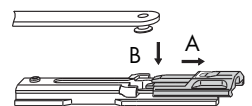

Bild 1
- B** Schließteile (3) nach Angaben auf Seite 7 positionieren und jeweils mit Gewindestift festklemmen (Drehmoment $1,5 \pm 0,25$ Nm).
- C** Kippflügelschere (15) nach Angaben auf Seite 7 positionieren und mit Gewindestiften festklemmen (Drehmoment $2,5 \pm 0,25$ Nm).
- D** Schließteil MV (17) nach Maßangaben auf Seite 7 positionieren und mit Gewindestift festklemmen (Drehmoment $1,5 \pm 0,25$ Nm).
- A** Aushebesicherung des Anschlages (14) zurückschieben (Bild 1).
- B** Fasenkopfniet der Kippflügelschere (15) in die vorgesehene Führung einlegen (Bild 1).